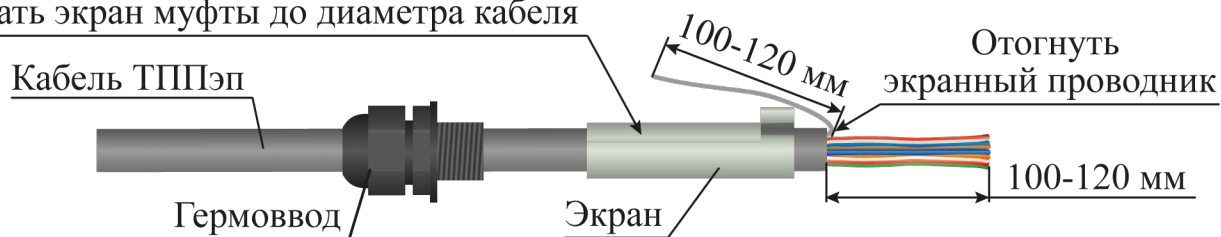

Рисунок 4.20
– надеть на оболочку кабеля ТППЭп в следующей последовательности: гермоввод, экран муфты переходной (рисунок 4.20);
– обжать экран муфты переходной до внешнего диаметра кабеля ТППЭп с помощью плоскогубцев (рисунок 4.20);
– снять оболочку со свободного конца кабеля ТППЭп (с кабеля ТППБЭп снять белую и черную оболочки) длиной 100 - 120 мм (рисунок 4.20);
– экранирующий проводник отвести в сторону (рисунок 4.20);